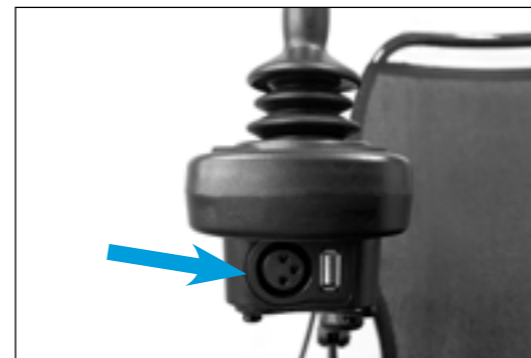

Fig 14.
- Tilslut opladerens tre-benede metalstik til kontrolenhedens interface med tre huller (Fig. 14)